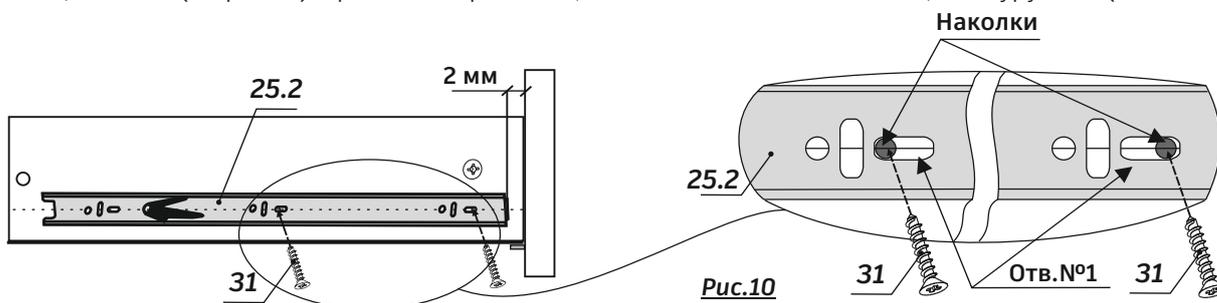

Рис.10
3. Две передние накладки на боковой стенке ящика должны совпасть с овальными отверстиями №1 на направляющих п.25.2. (см.рис.10). Крепить направляющие п.25.2 к боковой стенке ящика шурупами (п.31-2шт.).